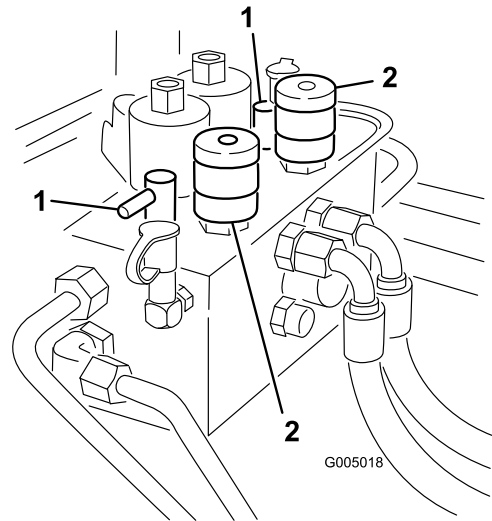

Bild 78
3. Machen Sie die Spindeldrehzahl-Handräder und Läppen-Handräder (Bild 78) ausfindig. Drehen Sie die gewünschten Läppen-Handräder auf die Läppen-Stellung sowie das gewünschte Spindeldrehzahl-Handrad auf die Stellung 1.